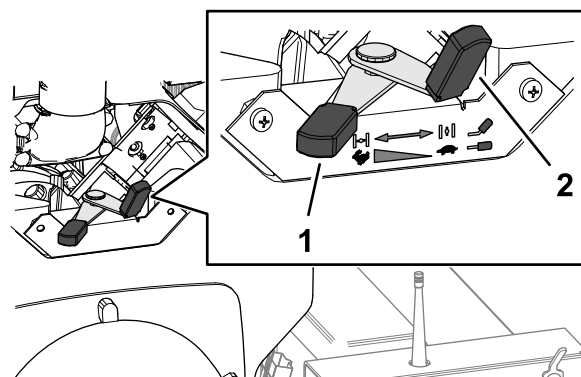

Figura 17
2. Prima di avviare un motore a freddo, spostate la leva dello starter (Figura 17) in posizione ON.